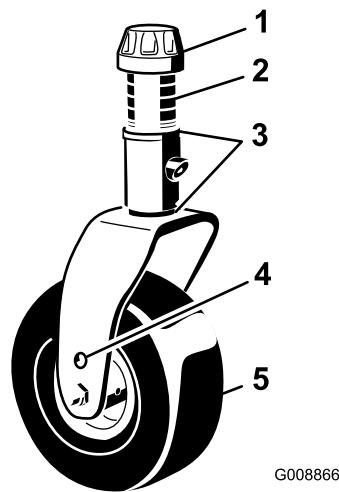

Figura 34
3. Ajuste os calços de 3 mm na(s) forquilha(s) da roda giratória de forma que coincidam com altura de corte fixada no autocolante (Figura 34); consulte Medição da inclinação da plataforma do cortador \(página 81\).